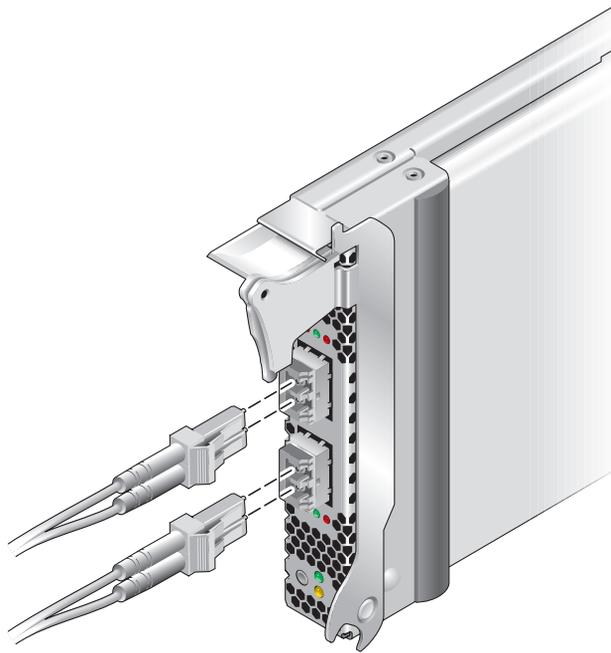

FIGURE 2-2 Branchement des câbles optiques
1. **Connectez une extrémité du câble à fibre optique à un connecteur LC du HBA (voir FIGURE 2-2).**